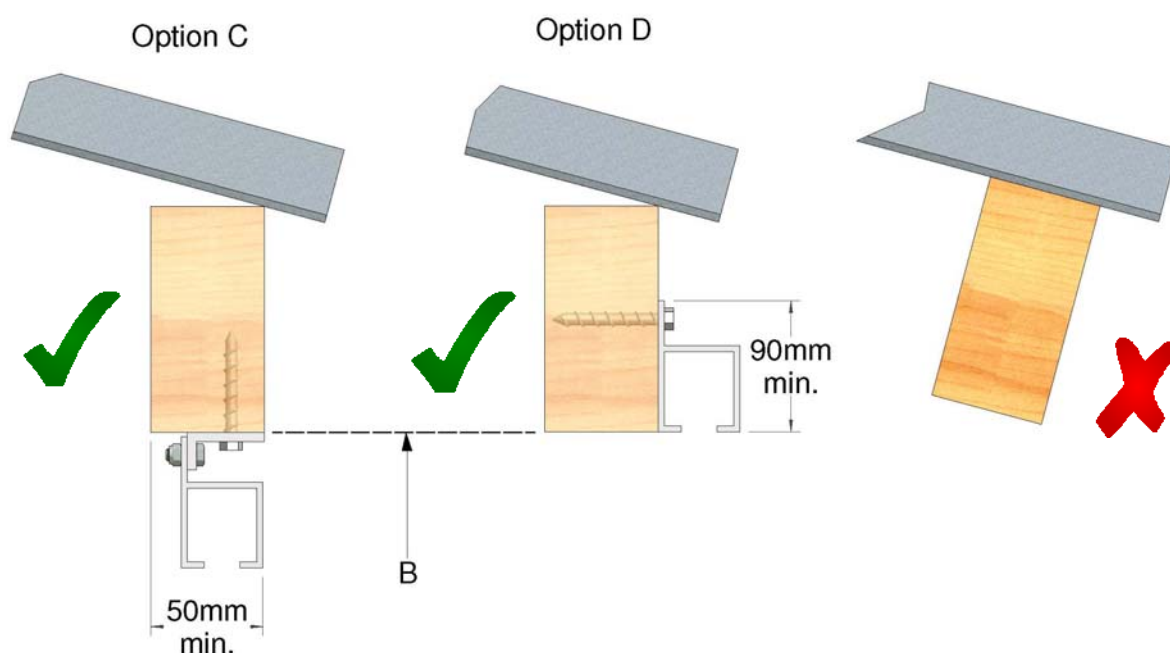

Abbildung 2: Montage am Sturz – Voraussetzungen
3. In Abbildung 2 sind zwei Möglichkeiten für die Befestigung der Schienenhalterungen am Gebäude gezeigt. Bei Option C ist die Halterung an der Unterseite des Sturzes befestigt, während bei Option D die Halterung stirnseitig am Sturz befestigt ist. In beiden Fällen muss der Sturz senkrecht stehen. **Die gewählte Befestigungsmethode muss bei Auftragserteilung angegeben werden.**